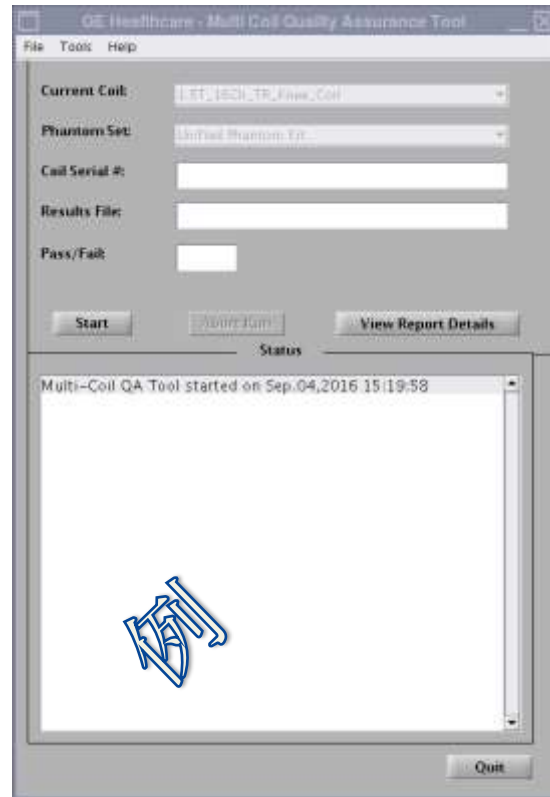

図 3
LPCA に接続したコイルのコイル ID に基づいて、現在のコイルフィールドが自動的に表示されます (図 3)。[Coil Serial #] (コイルシリアル番号) フィールドに試験するコイルのシリアル番号を入力します。
2. 図 3 に示すように、[Start] (開始) をクリックして自動試験を開始します。試験位置の数 (コイルの複雑性) により異なりますが、試験には 3~5 分かかるものと思われます。